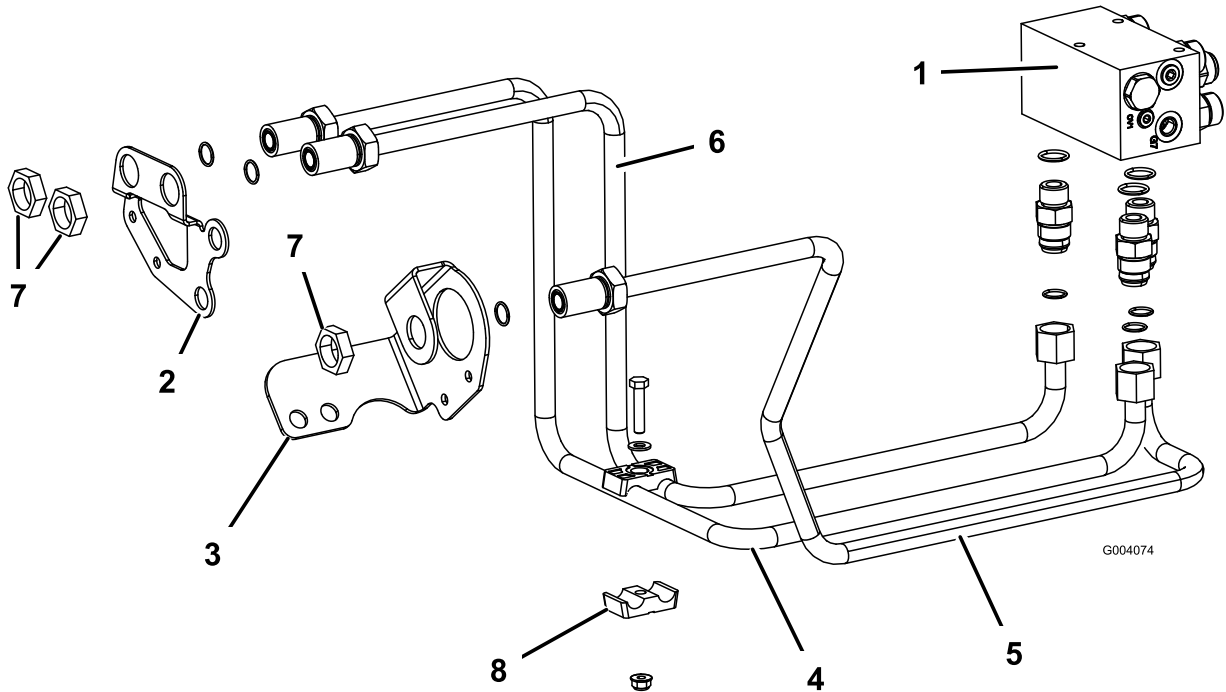

Figura 10
2. Sujete el extremo trasero del tubo hidráulico al acoplamiento del colector y el extremo delantero al tabique usando una contratuerca (1-5/16"), consulte la Figura 10.
3. Enrute el tubo hidráulico, pieza n.º 108-7626, desde el acoplamiento central del colector, marcado "REV", hasta el orificio del tabique izquierdo del bastidor (Figura 10).
5. Enrute el tubo hidráulico, pieza n.º 108-7625, desde el acoplamiento derecho del colector, marcado "LF", hasta el orificio izquierdo del tabique derecho del bastidor (Figura 10).
7. Sujete las 2 líneas del tabique derecho con las mitades de abrazaderas de tubos, el perno (5/16" x 1½"), una arandela plana (5/16") y una tuerca con arandela prensada (5/16"); consulte la Figura 10.